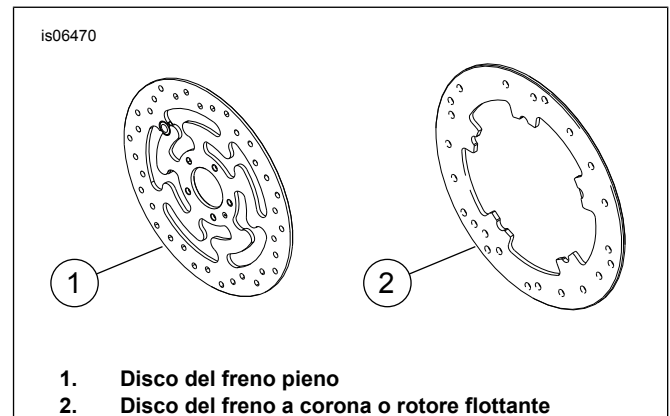

Figura 1. Tipi di dischi del freno anteriore
- Viti del disco del freno (Vedere Figura 1 e Tabella 1)